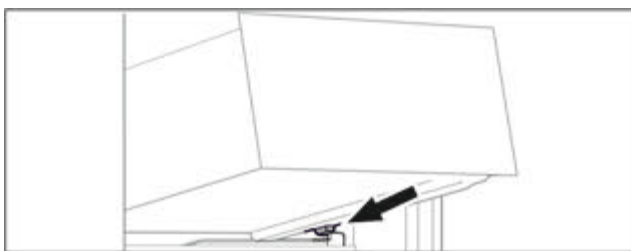

Fig. 62
- ▶ Встановити висувний ящик за стопорами на ребро для резервуару навскоси. (див. Fig. 62)